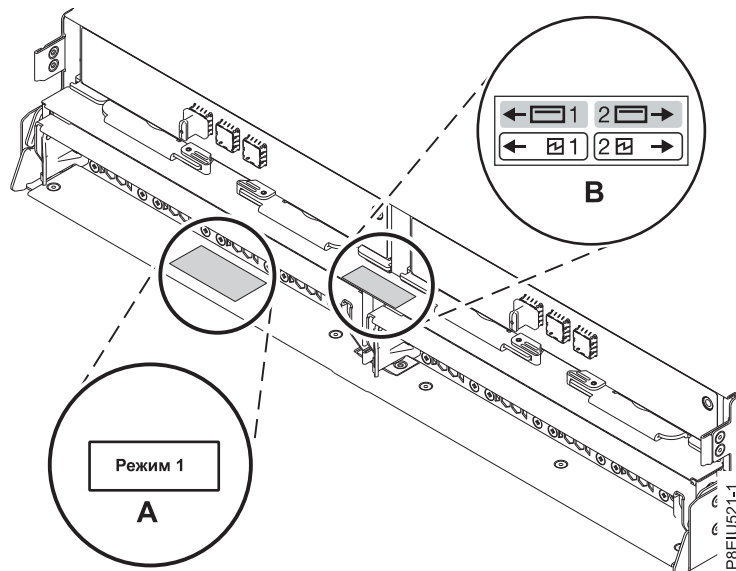

Рисунок 12. Расположения этикеток сзади Блок памяти ESLL или ESLS
2. Проверьте заводской режим работы корпуса с учетом информации на этикетках, которые расположены слева на нижней полке шасси (A) и по центру между модулями ESM (B). На этикетках указан один из следующих режимов работы корпуса: 1, 2 или 4. Дополнительная информация приведена в разделе рис. 12.